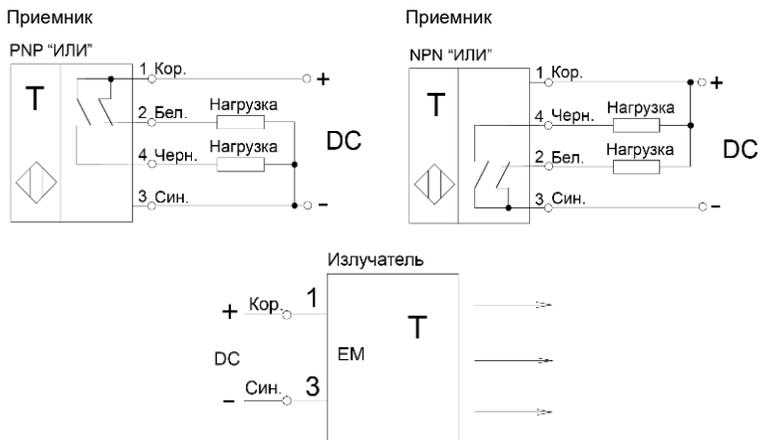

Рисунок 1 - Варианты схем подключения выключателей
3.5 Выключатели включаются в электрическую цепь по 2-х или 4-х проводной схеме (Рис.1). Соответствие выводов и схема подключения указаны в маркировке выключателя.